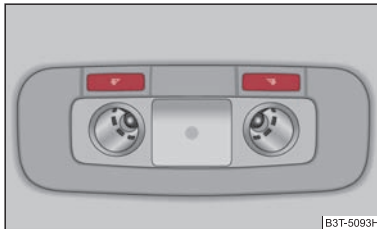

Fig. 56 Iluminarea interiorului și lămpile pentru lectură din spate
- Apăsați comutatorul  ⇒ fig. 56, pentru a aprinde sau stinge lămpile de lectură. ■